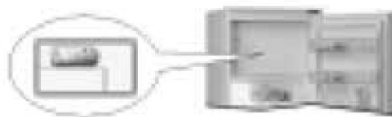

Fig. 1
- Anbefalt plassering av matvarer som skal fryses inn, er som vist i **Fig. 1**, dersom det er en rist, eller **Fig. 2** dersom det ikke er en rist.
- Legg matvarene midt i seksjonen *** ** *** og pass på at de ikke kommer i kontakt med frose matvarer. Sørg for en avstand på ca. 20 mm (**Fig. 1** og **2**).